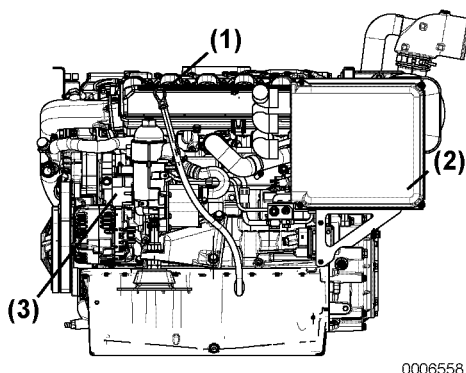
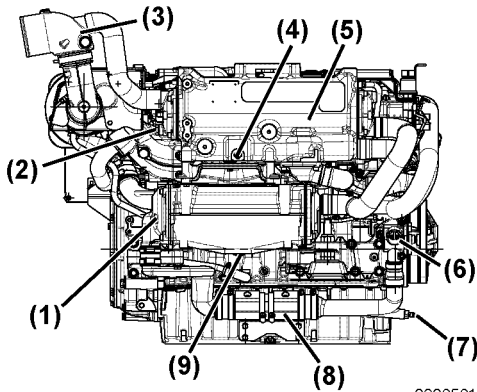
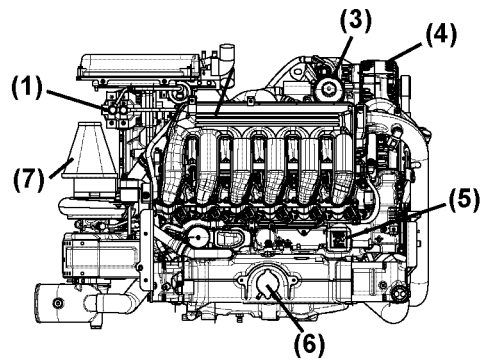

Figura 4
Figura 5
Figura 6
Figura 4, Figura 5 e Figura 6 mostrano la versione tipica di un motore 6BY3. Ogni specifico motore acquistato può avere caratteristiche diverse rispetto a quelle illustrate.
Nota: Yanmar fornisce un prefiltro per la separazione dell'acqua, che può essere montato dall'installatore. Il motore è dotato di un filtro fitto integrato (Figura 6, (1)).